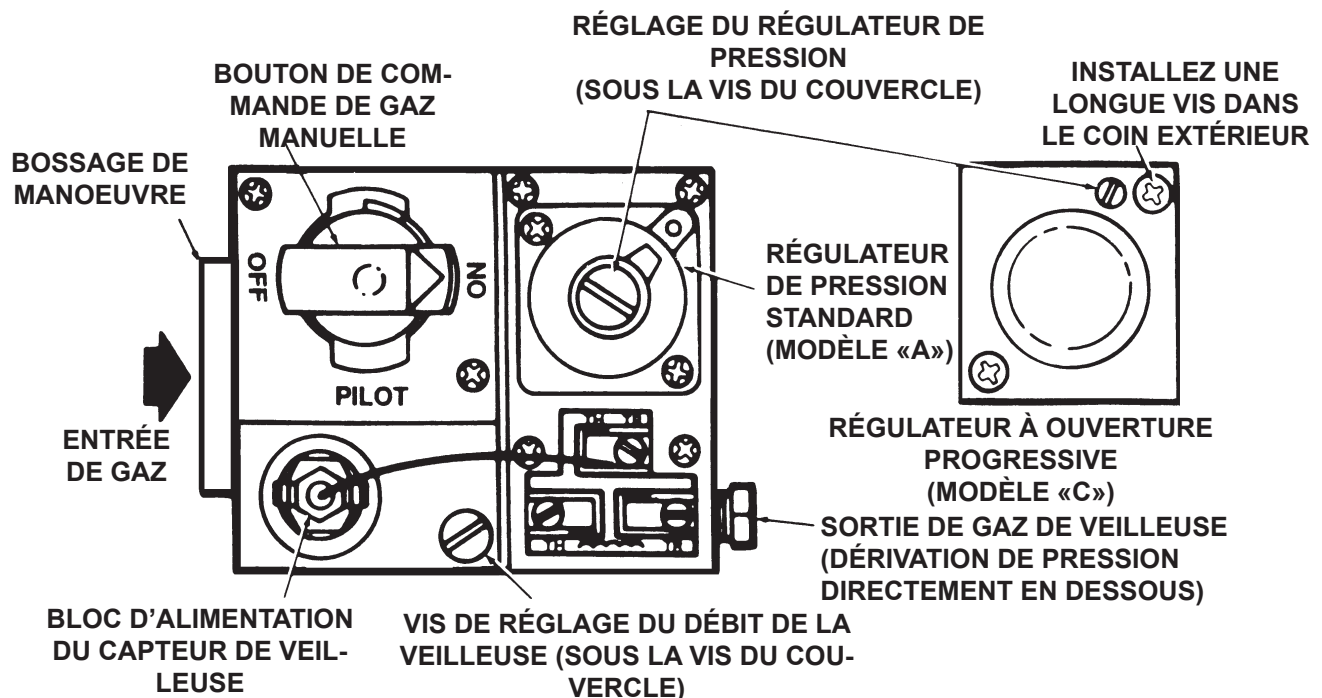

Figure 12. Commande de gaz de capacité standard – vue du dessus
- A. Déposez la vis du couvercle de réglage de la veilleuse. Voir la figure 12.
| impossible d'allumer la veilleuse | orifice de la veilleuse bloqué robinet de gaz pas en position la vis de réglage du débit de gaz à la veilleuse est peut-être fermée | remplacer le bouton du robinet doit être tourné à PILOT et tenu enfoncé ouvrir et régler (voir la figure 12) |